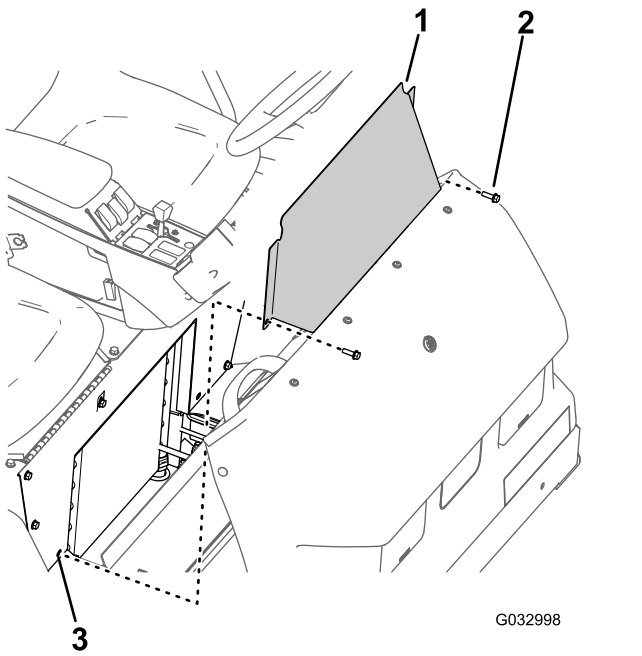

图61
1. 拆下将座椅底座检修门固定至座椅底座的 2 个凸缘头螺栓图 61。
2. 从机器上卸下座椅底座检修门图61。
1. 将座椅底座检修门上的孔与座椅底座上的孔对齐图61。
2. 使用卸下座椅底座检修门(页码41)的步骤1中拆下的2个凸缘头螺栓图61将座椅底座检修门组装到座椅底座上。